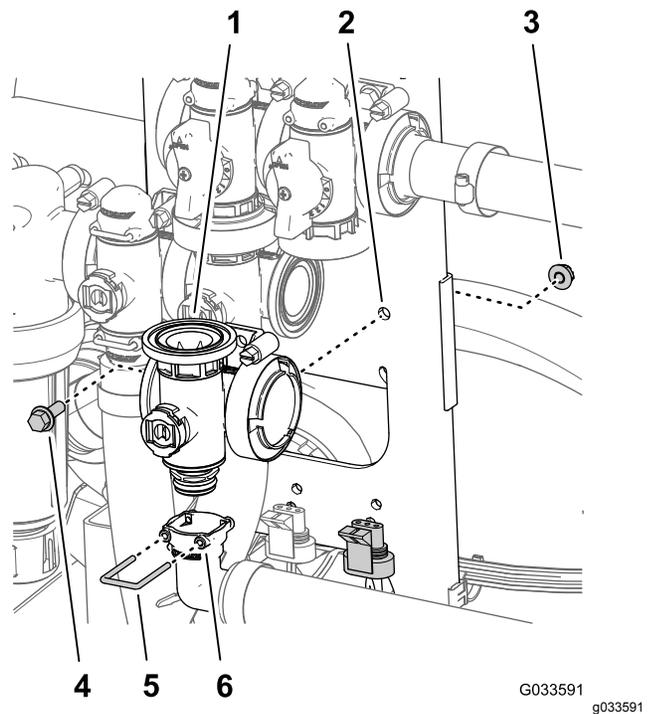

図 115
2. マスターブームバルブ用のマニホールドカップリングに90° 出口フィッティングを固定しているリテーナを外す 図 115。
3. マスターブームバルブをバルブマウントに固定しているフランジヘッドボルト $\frac{1}{4}$  x  $\frac{3}{4}$ "とフランジロックナット $\frac{1}{4}$ "を外してバルブマニホールドを機体から取り外す 図 115。